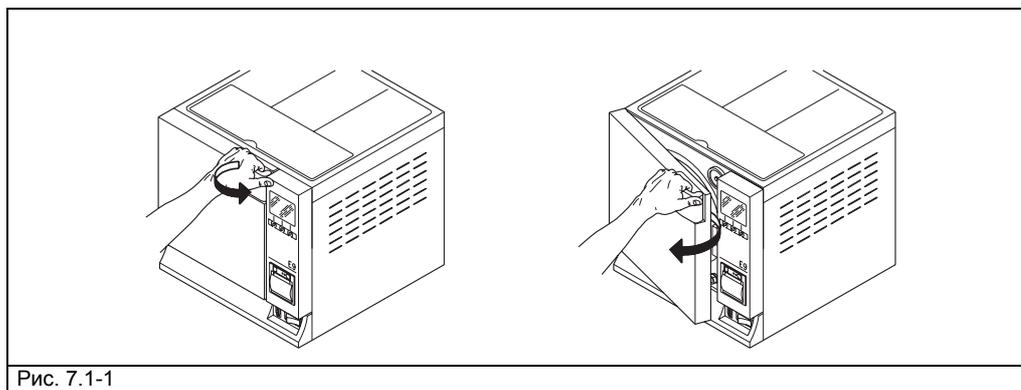

Рис. 7.1-1
1. Откройте дверцу (Рис. 7.1-1).